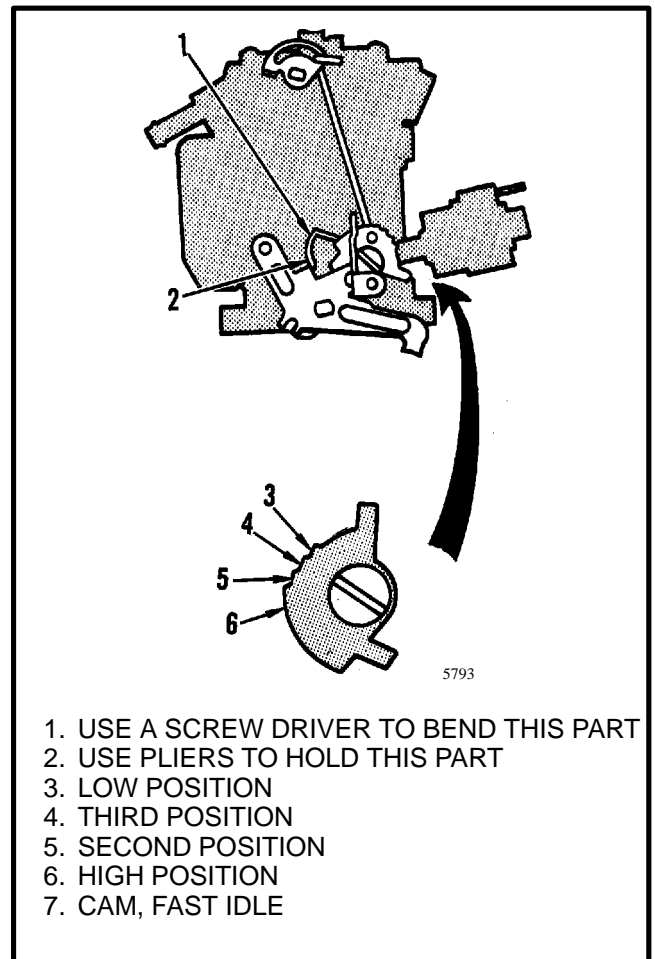

FIGURE 14. ADJUST THE FAST IDLE
**ADJUST THE FAST IDLE (See FIGURE 14.)**